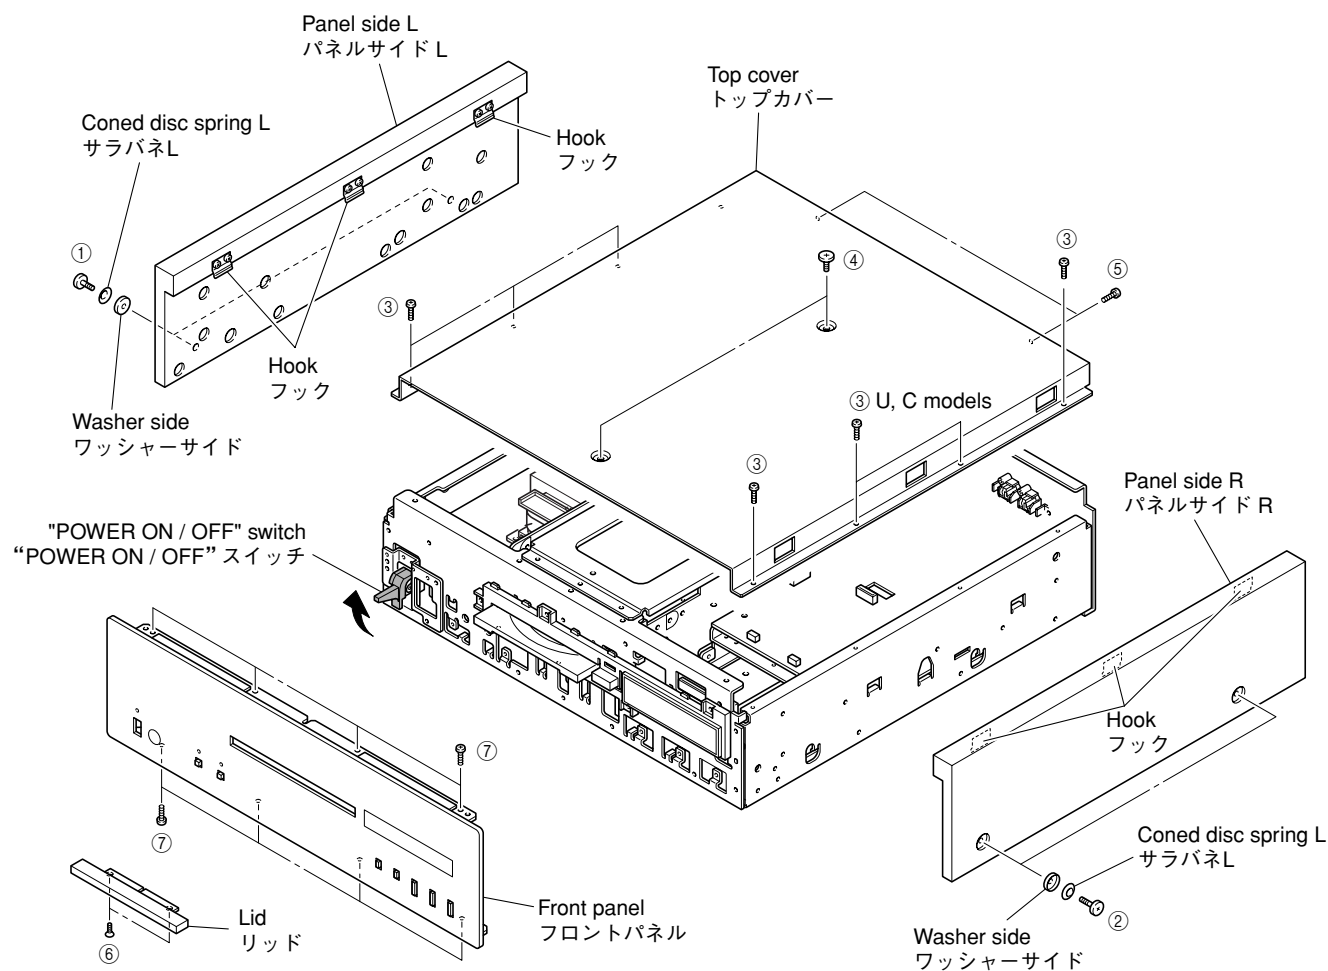

Fig. 1
- Remove 2 screws (①), coned disc spring L and washer side. (Fig. 1)
- Lift the panel side L a little, release hooks at 3 locations and then remove the panel side L. (Fig. 1)
- Remove 2 screws (②) and then remove 2 washers. (Fig. 1)
- Lift the panel side R a little, release hooks at 3 locations and remove the panel side R. (Fig. 1)
- ①のネジ2本、サラバネL、ワッシャーサイドを外します。(Fig. 1)
- パネルサイドLを少し持ち上げ、3ヶ所のフックを外し、パネルサイドLを取り外します。(Fig. 1)
- ②のネジ2本を外し、ワッシャーサイド2個を外します。(Fig. 1)
- パネルサイドRを少し持ち上げ、3ヶ所のフックを外し、パネルサイドRを取り外します。(Fig. 1)
- Remove 7 (U, C models) / 5 (R, T, K, A, B, G, L models) screws (③), 2 screws (④) and 2 screws (⑤). (Fig. 1)
- Remove the top cover. (Fig. 1)
- ③ネジ5本、④のネジ2本、⑤のネジ2本を外します。(Fig. 1)
- トップカバーを取り外します。(Fig. 1)
c. Using a phillips screwdriver, remove 2 screws (⑥) and then remove the lid. (Fig. 1)
e. Remove 8 screws (⑦). (Fig. 1)
g. Remove the front panel forward gradually, using care not to cause any damage to the "POWER ON/OFF" switch. (Fig. 1)
c. プラスドライバーで⑥のネジ2本を外し、リッドを取り外します。(Fig. 1)
e. ⑦のネジ8本を外します。(Fig. 1)
g. "POWER ON/OFF"スイッチに傷がつかないようにフロントパネルを前方へゆっくり取り外します。(Fig. 1)